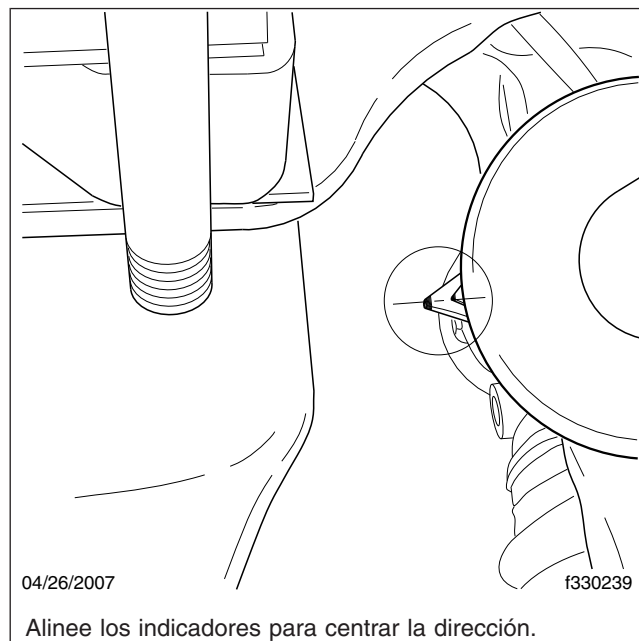

Figura 5, Centrado del mecanismo de dirección de piñón y cremallera
5. Coloque una placa o mesa giratoria debajo de los dos neumáticos delanteros. Retire las torres de soporte y baje el vehículo. Retire los pasadores de seguridad de los medidores; asegúrese de que los neumáticos estén completamente rectos. En los vehículos equipados con un mecanismo de dirección de piñón y cremallera, centre la cremallera utilizando los indicadores en el frente de la cubierta del eje de entrada. Vea la **Figura 5**.